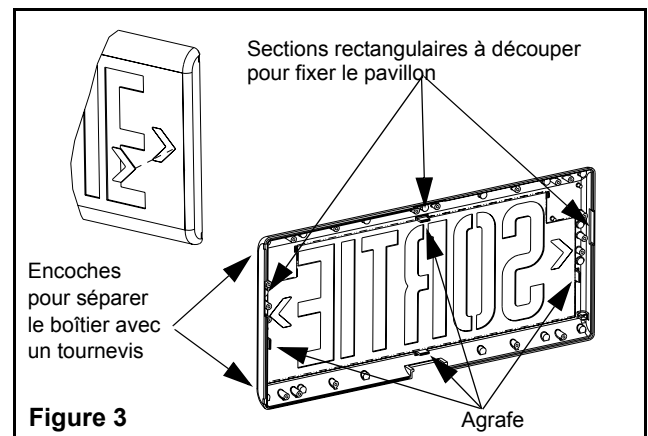
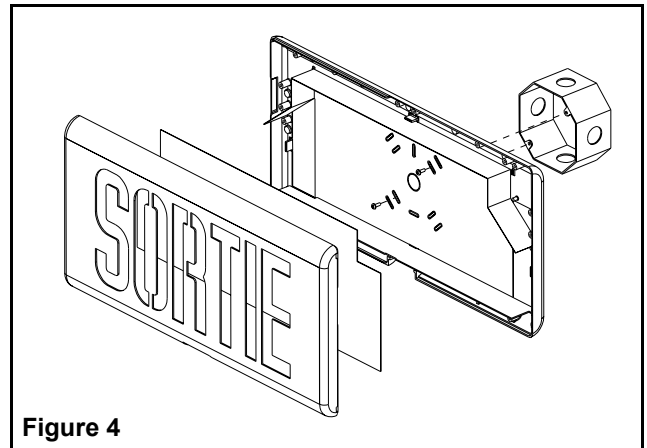

Figure 3
Figure 4
3. Séparer les deux moitiés de l'enseigne (porte de sortie et dos de l'enseigne) à l'aide d'un tournevis (voir fig. 3).
- d. Pour découper les flèches sur la porte de sortie, retirer le diffuseur de couleur. Soutenir la porte de sortie autour des flèches avec deux morceaux de bois. Pousser sur les flèches à partir de l'intérieur de la porte à l'aide d'un tournevis et d'un marteau. Replacer le diffuseur de couleur et le fixer à l'aide des agrafes (voir fig.3).
- e. Déterminer l'endroit où installer le pavillon. À l'aide de pinces, découper les sections rectangulaires à l'endroit où le pavillon sera installé (voir fig. 3). S'assurer que les rebords sont exempts de bavures.
- a. Le pavillon n'est pas utilisé (voir fig. 4). Découper le modèle de trou approprié dans le dos de l'enseigne pour monter à une boîte de jonction standard. Soutenir la région à découper avec deux morceaux de bois. Pousser sur les découpes à l'intérieur du dos de l'enseigne à l'aide d'un tournevis et d'un marteau. Procéder de la même manière pour enlever les flèches amovibles sur la porte de sortie (voir fig. 3).